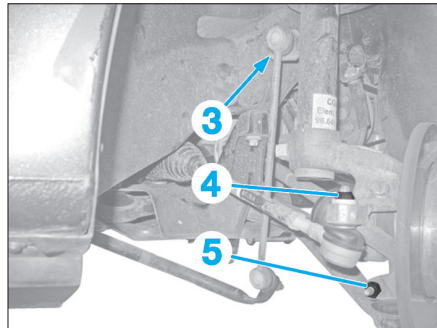

Fig. 10
- l'écrou de rotule de biellette (3) de la barre stabilisatrice (Fig.10).
- Déposer l'écrou (4) de la rotule de biellette de direction.
- Déposer la vis (5) de rotule de suspension.